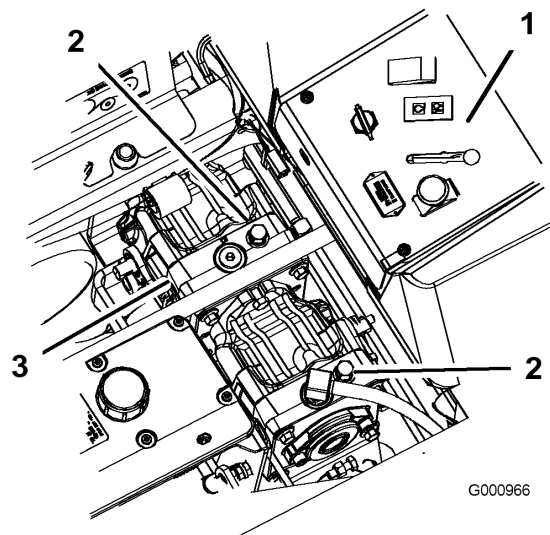

Bild 22
2. Drehen Sie die Bypassventile um eine Umdrehung entgegen dem Uhrzeigersinn, um die Maschine zu schieben. So kann Hydrauliköl an der Pumpe vorbei direkt zu den Rädern fließen, die sich daraufhin drehen können (Bild 22).
Drehen Sie zum Einsatz der Maschine die Sicherheitsventile eine ganze Umdrehung nach rechts (Bild 22).